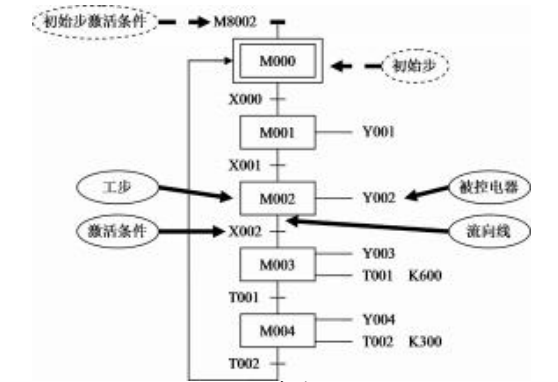

图 2 步进图
程图转换成梯形图,人们用标有 M 系列(或 S 系列)辅助存储器编号的方形框来表示“工步”,用标有存储器触点编号的横短线来表示“激活条件”,用 Y 系列(以及 T 系列和 C 系列)存储器的编号来表示“被控电器”,仍用垂直线段来表示“流向线”,于是便把流程图转换成了步进图(有的 PLC 书籍上称其为顺序功能图或状态转移图甚至仍称为流程图),如图 2 所示。
①先在真值表模板的电器代号一行中,对应于主令电器 1、主令电器 2、主令电器 3、被控电器 1、被控电器 2、被控电器 3、被控电器 4 的 空格,分别填上 SB1、SB2、SB3、HL1、HL2、HL3、KM。
②接着在真值表模板的存储器编号一行中,对应于 SB1、SB2、SB3、HL1、HL2、HL3、KM 的 空格,分别填上 X001、X002、X003、Y001、Y002、Y003、Y004。
③再把图 2 中的表 C 填到真值表模板的输入栏空格中(因为本控制系统共有 3 个主令电器,所以选图 2 中的表 C)。
④最后依据控制要求,分析得知每一种控制状态对应的被控电器的得电与失电情况有 3 种—对应于第二种、第三种